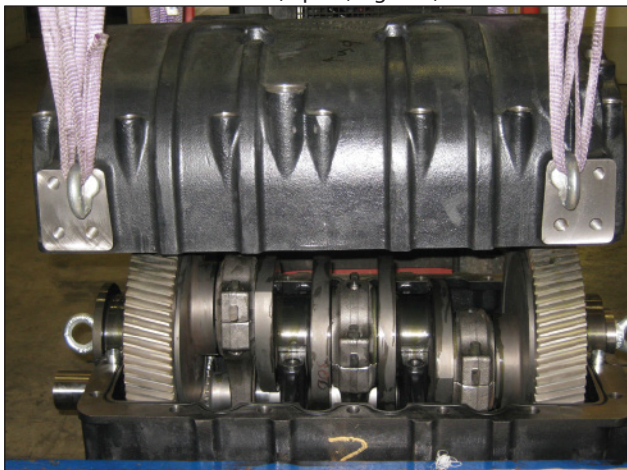
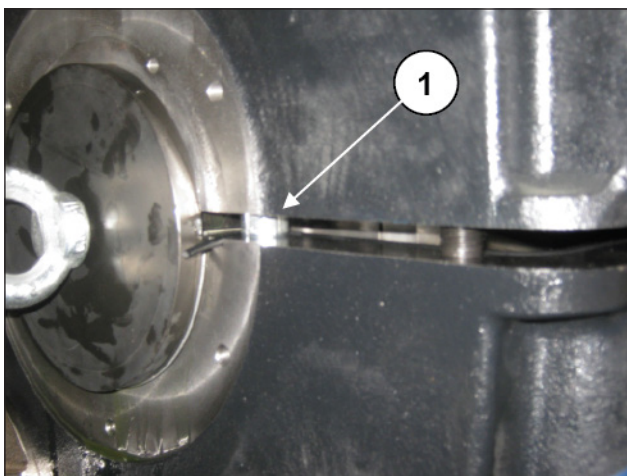

Fig. 110
Fig. 111
Monter le carter arrière (Fig. 110) en vérifiant le centrage sur les douilles du carter avant (rep. ①, Fig. 111).